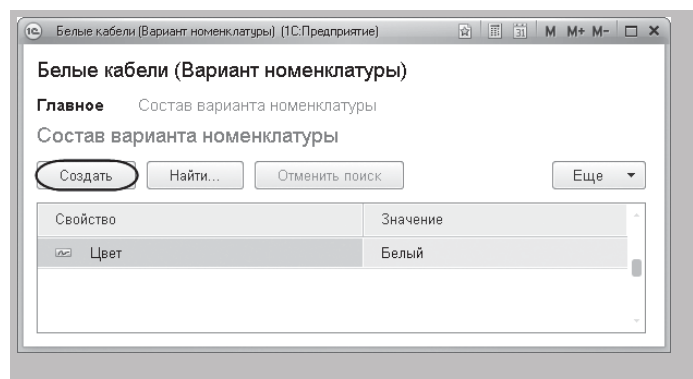

Рисунок 22.32 - Создание нового свойства в составе варианта номенклатуры
Нажмем кнопку **Создать** (рисунок 22.32).
3.17 Создадим еще одно свойство – **Сечение, мм²** – в составе варианта номенклатуры Белые кабели. Для этого повторим только что выполненные действия. Нажмем кнопку **Создать** (рисунок 22.32).